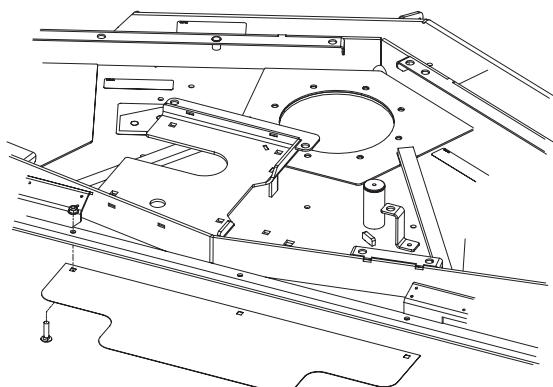

Figura 4
- Monte o deflector traseiro na parte posterior da unidade de corte, utilizando (3) parafusos de carroçaria de 5/16 x 1-1/4 pol. e porcas flangeadas. Coloque o deflector como se mostra na Figura 4.